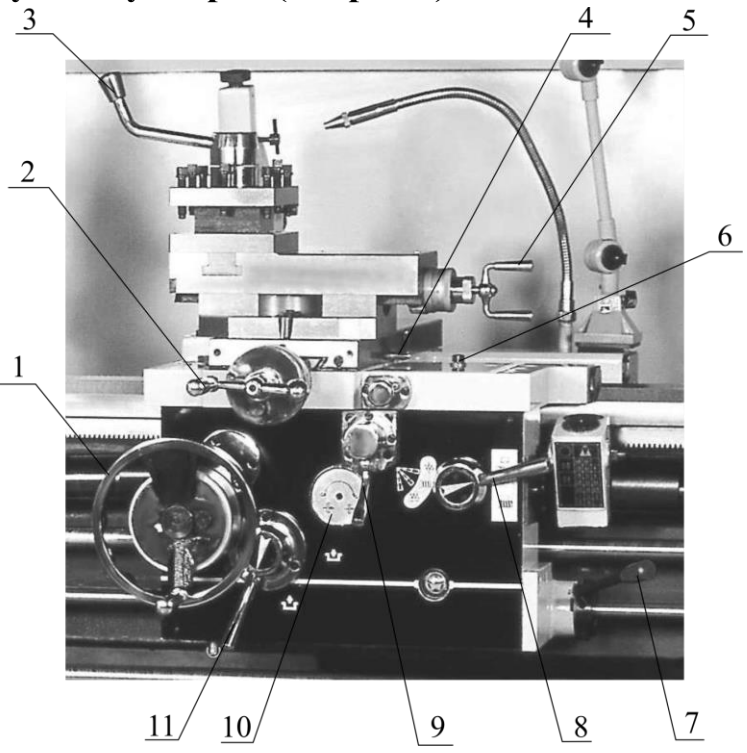

Рисунок 7
**Органы управления фартука и суппорта (См.рис.7)**